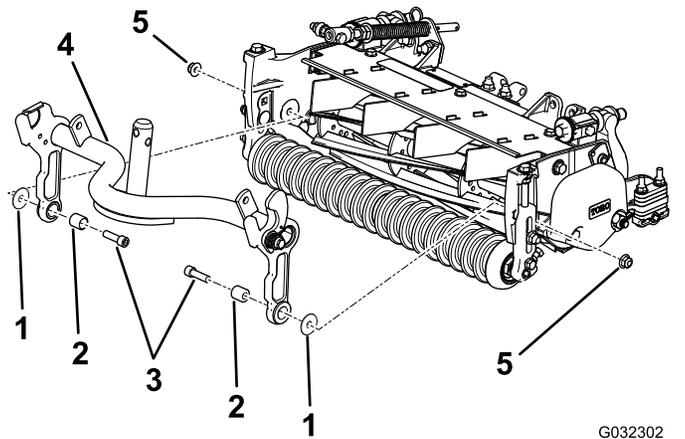

Рисунок 5
- В этих же местах установите болт (3/8 x 1-1/4 дюйма), новый разделитель и снятую ранее шайбу, закрепите их гайкой, входящей в комплект (Рисунок 5).